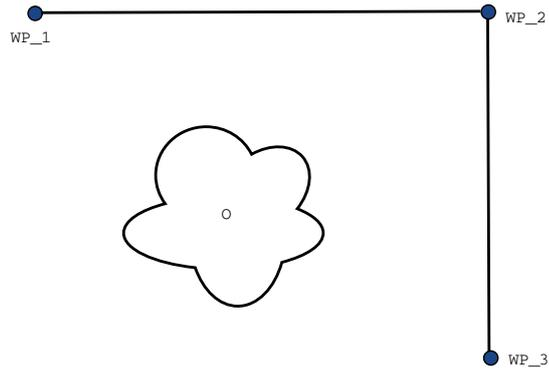

Figura 15.2: WP_1: posizione iniziale, WP_2: punto intermedio, WP_3: posizione di pick-up, 0: ostacolo.
Esempio Prendere in considerazione come esempio un'applicazione di presa e posizionamento (vedere figura 15.2) in cui il robot si trova al momento nel punto percorso 1 (WP_1) e deve prelevare un oggetto nel punto percorso 3 (WP_3). Per evitare collisioni con oggetti o altri ostacoli (0), il robot deve avvicinarsi a WP_3 nella direzione proveniente dal punto percorso 2 (WP_2). Pertanto, vengono introdotti tre punti percorso per creare un percorso in grado di soddisfare i requisiti.